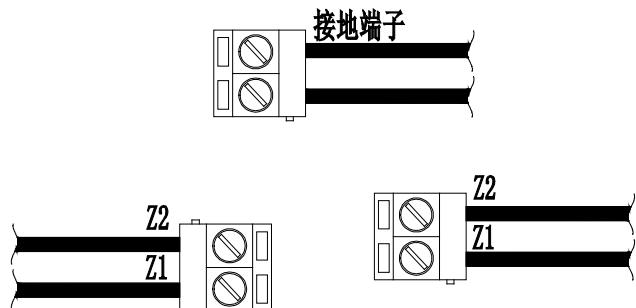

图 3 接线端子示意图
- 将电缆芯剥去外皮留出金属导线 5mm，将电缆的金属线头与上盖内的接线端子相连接（见图 3）。整理电缆，使位置长度适合，然后用扳手将对丝拧紧。